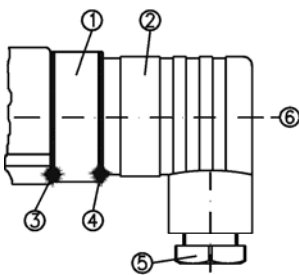

Fig. 7
- ⇒ Desserrer la vis centrale (Pos. 6) M3x35 et tirer la boîte de raccordement EN 175301-803-A (Pos. 2) du connecteur sur l'instrument (Pos. 1) (Fig. 7). Tirer la vis centrale de la boîte de raccordement.